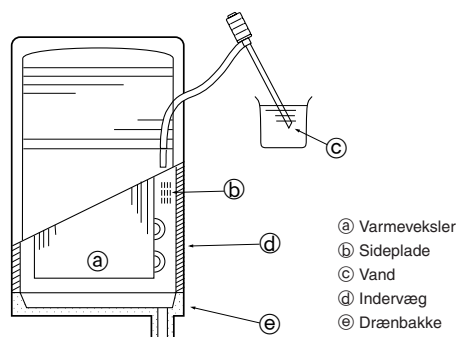

Fig. 5-2
5.2. Kontrol af dræn (Fig. 5-2)